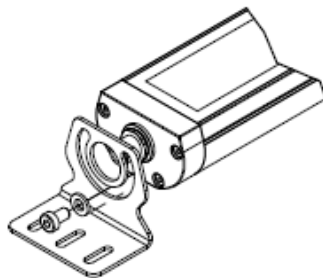

FIG.3
- Agganciare le due staffe laterali alla lampada utilizzando la vite M6 fornita (FIG.3)